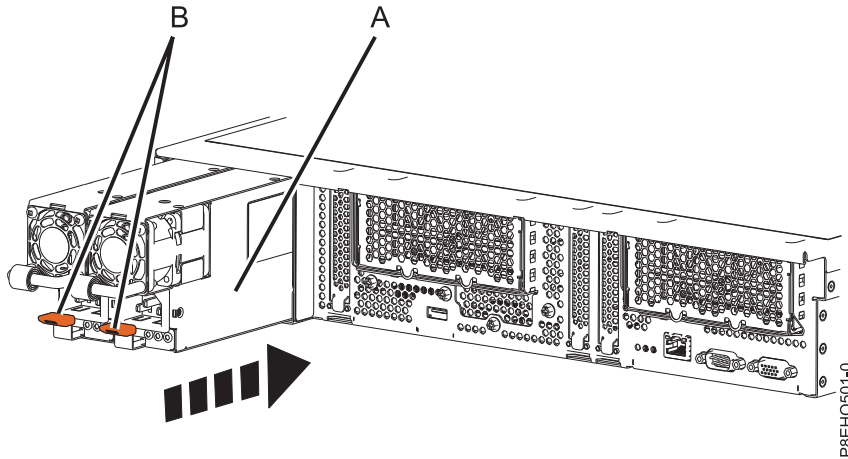

Figure 53. Remise en place d'un bloc d'alimentation dans le système
2. Alignez le bloc d'alimentation (A) avec la baie et faites glisser le bloc d'alimentation dans le système jusqu'à ce que le loquet de couleur ocre (B) s'enclenche. Voir figure 53.